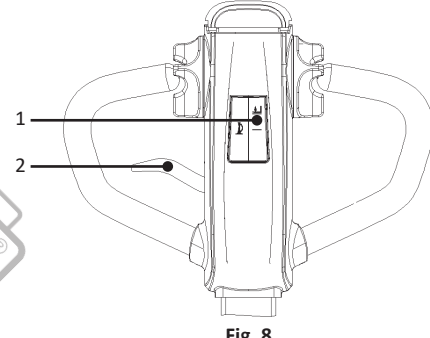

Fig. 8
**Ridicarea și coborârea furcilor (Fig. 8)**